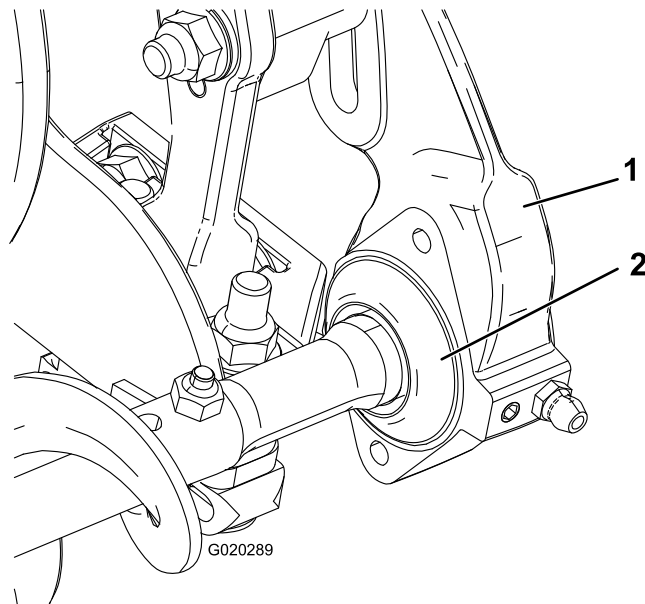

Figura 9
- Deslice cada retén hacia el exterior hasta que los sellos toquen ligeramente el alojamiento de cada cojinete (Figura 9).